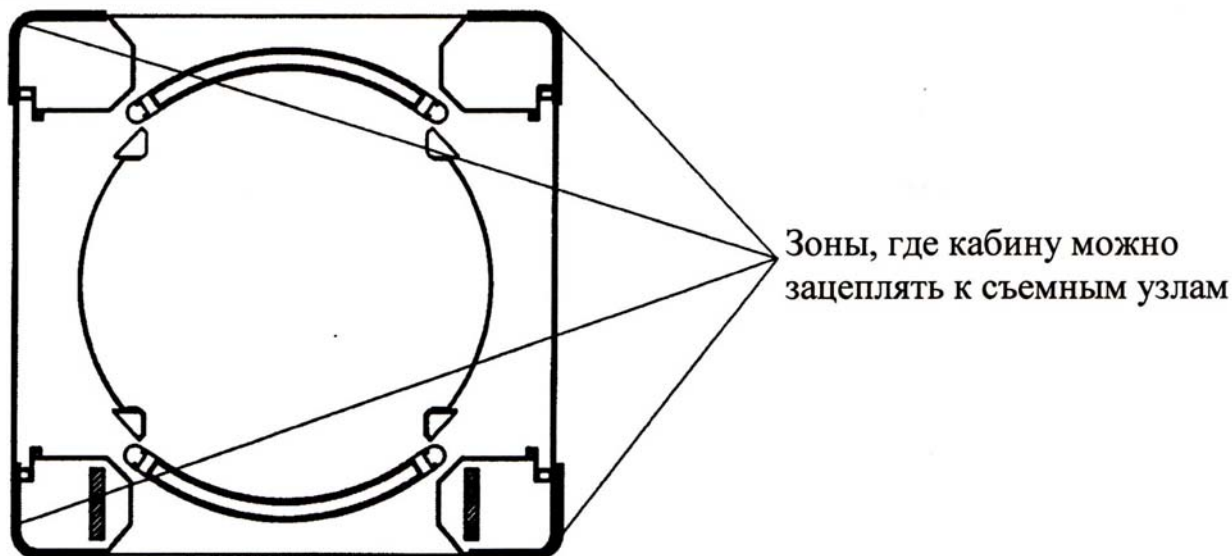

Рисунок 10 – Крепление к внешним конструкциям
Крепление кабины к фиксаторам показано на Рис. 10.
- 2) Подготовьте вставную конструкцию, встаньте на площадке крепления крыши кабины (см. Рис. 10).